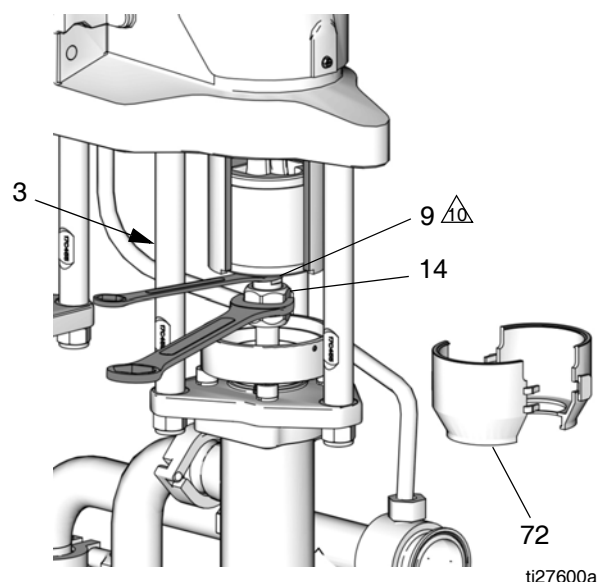

FIG. 5. Retire la tuerca de acoplamiento
2. Ponga el motor en modo JOG (movimiento momentáneo) para mover la base de bomba en el lado que se va a reparar al extremo de su carrera. Esto permite acceder a la tuerca de acoplamiento (14).
4. **Bombas con bases selladas:** Retire la protección de 2 piezas (72, vea la FIG. 5) insertando un destornillador en la ranura y usándolo como palanca para liberar la lengüeta. Repítalo para todas las lengüetas. **No** use el destornillador para hacer palanca para separar los blindajes.
5. Vea la FIG. 5. Coloque una llave de 3/4 in en las caras planas del pistón de corredera (9) (justo por encima de la tuerca de acoplamiento), para evitar que el pistón de corredera/la varilla de conexión gire cuando afloje la tuerca de acoplamiento (14). Oriente la llave de modo que esté contra una de las varillas de unión (3). La aplicación de una fuerza excesiva en el pistón de corredera/varilla de conexión puede reducir la vida útil del cojinete de pasador inferior.
6. Con una llave de boca abierta de 1-5/8 in, destornille la tuerca de acoplamiento (14) del pistón de corredera (9) y deje que se deslice hacia abajo en la varilla de pistón de la bomba. Tenga cuidado de no soltar los collares (13).